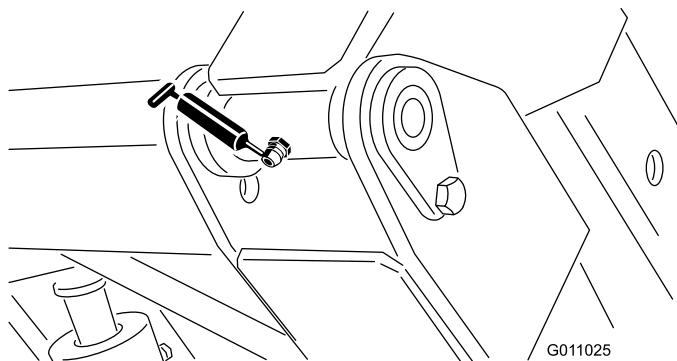

Figura 29
- Articulação do dispositivo de recolha (superior) (2) (Figura 29).